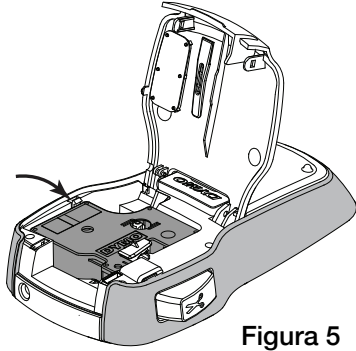

Figura 5
- Introduzca el cassette y presione firmemente hasta que se acople en su sitio. Ver Figura 5.